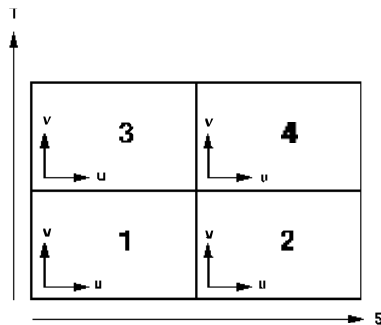

Fig. 4-3
-  Allí, vuelva a seleccionar todas las superficies en la dirección S (véase Fig. 4-3).